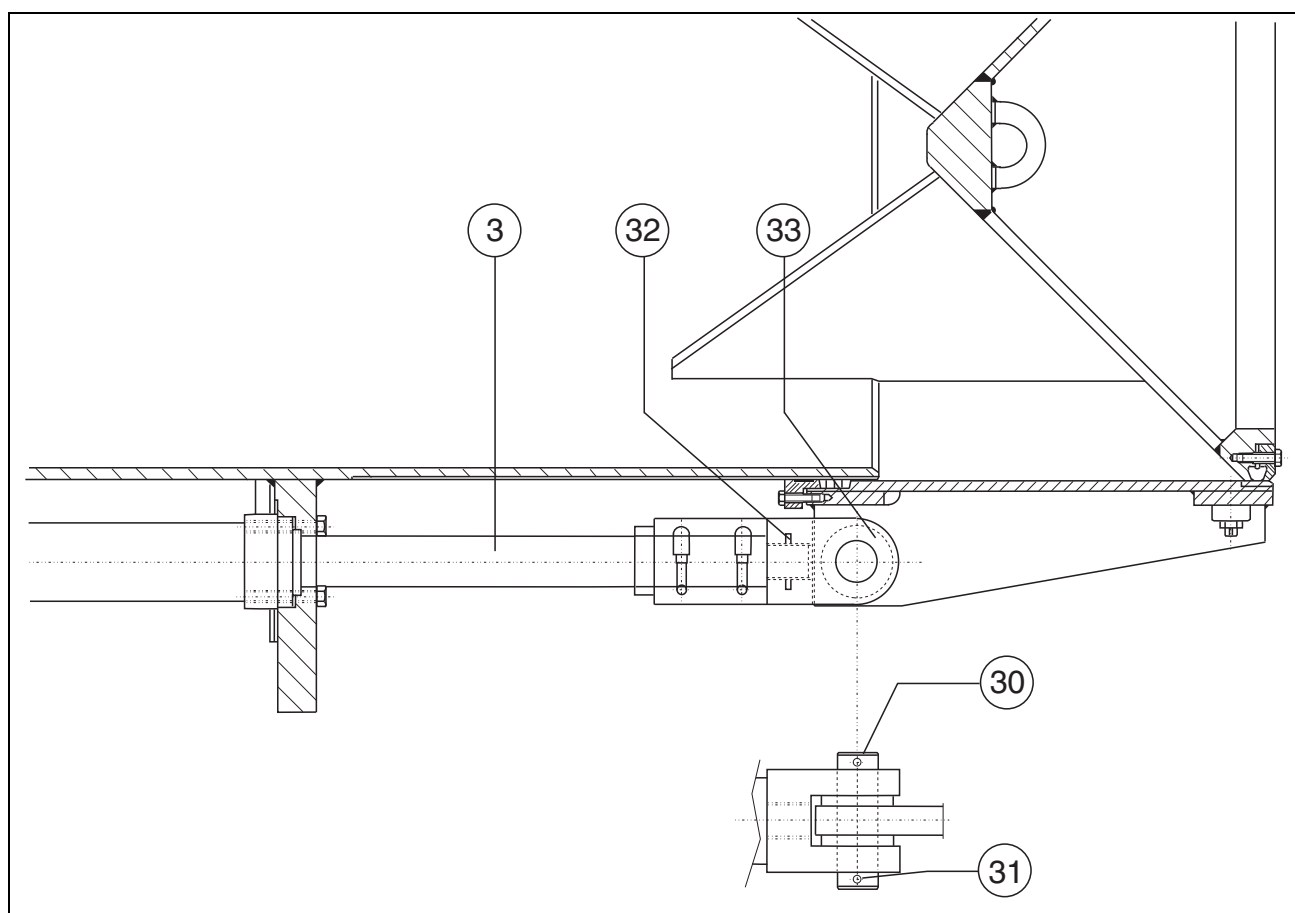

Fig. 11
- a) Verificare quale delle due aste **3** (Fig. 11) è allentata nel suo occhio **33**.